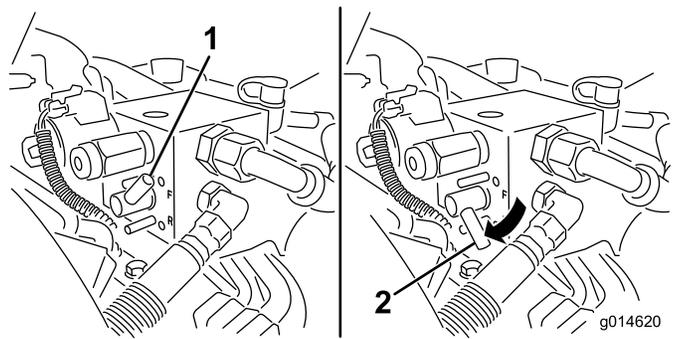

Рисунок 50
5. Поверните рычаг заточки обратным вращением в положение ОБРАТНОЕ ВРАЩЕНИЕ (R) (Рисунок 50).